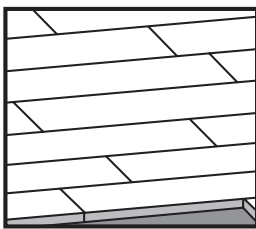

FIGURE 1.1 (CORRECTE)
ÉTAPE 9: Il est suggéré d'espacer les joints d'au moins le double de la largeur d'une latte. Par exemple, pour des lattes de 3 1/4 po de largeur, distancez les joints de 6 1/2 po. Il se peut que certaines largeurs ne vous permettent pas de placer les joints à une distance double de largeur. Harmoniser si possible l'apparence. Si disponible, une cloueuse à clous à tête perdue constitue l'outil idéal pour accélérer le clouage en surface et le clouage invisible. Assurez-vous qu'il y a un clou à environ 1 ou 2 po de chaque bout de la latte. Référez-vous aux figures 1.1 et 1.2.